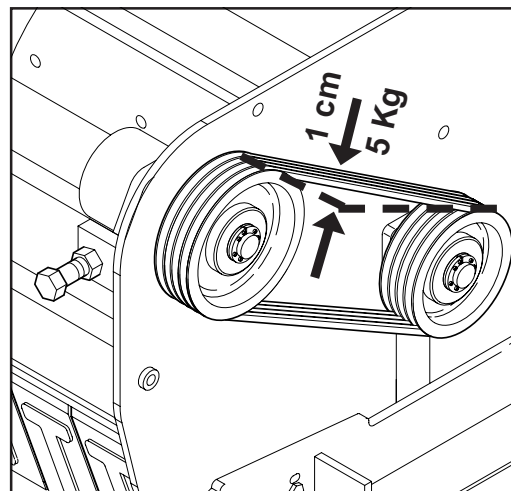
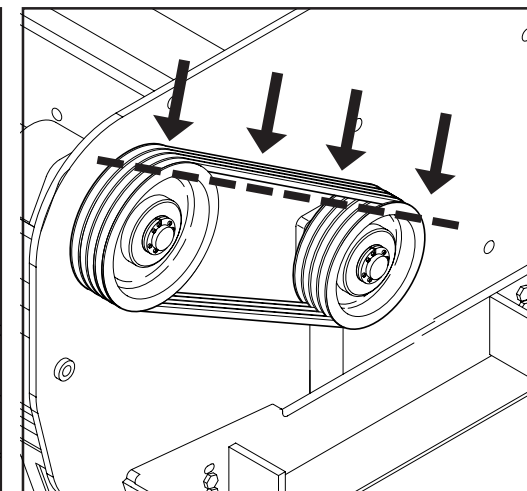

Fig. 15
Fig. 16
- Check the pulley alignment (Fig. 15) once the belts have been tightened (Fig. 16).
Press on the middle part of the belt between the two pulleys with a 5 Kg force. Each belt should give 1 cm (Fig. 15).
In this respect we recommend placing an adequately long metallic ruler on the edges of the two pulleys (see broken line Fig. 16).
- Wenn die Riemen richtig gespannt sind (Abb. 15), prüfen, daß die Riemenscheiben gut ausgerichtet sind (Abb. 16).
Im mittleren Abschnitt zwischen den beiden Riemenscheiben mit einer Kraft von 5 kg auf den Riemen drücken. Der einzelnen Riemen muß sich um 1 cm eindrücken lassen (Abb. 15). Es empfiehlt sich daher, einen Metallstab von geeigneter Länge auf die Ränder der beiden Scheiben aufzulegen (siehe Strichlinie Abb. 16), wobei dieser den Umfang der Scheiben an jeweils zwei Punkten berühren muß.
- Une fois les courroies tendues (Fig. 15), contrôler l'alignement des poulies (Fig. 16);
Appuyer sur la courroie, dans la zone centrale entre les deux poulies, en exerçant une force de 5 kg. La force exercée doit provoquer une déformation sur la courroie concernée de 1 cm (fig. 15).
A ce sujet, il est conseillé de se munir d'une règle en métal ayant une longueur appropriée. En la posant sur les bords des deux poulies (voir ligne en pointillé Fig. 16), cette règle doit toucher les quatre bords des poulies.
- Con las correas tensas (Fig. 15), controlar la alineación de las poleas (Fig. 16).
La fuerza debe provocar una deformación de 1 cm (Fig. 15) en cada correa. Para tal fin, es aconsejable utilizar una regla metálica con una longitud adecuada y apoyarla sobre los bordes de las dos poleas (véase línea punteada Fig. 16), la misma tiene que tocar los cuatro bordes de las poleas.